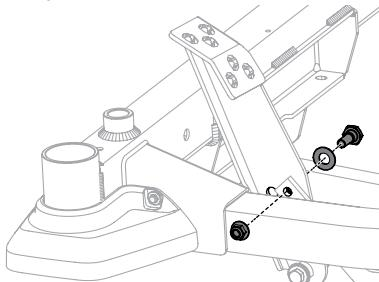

Figura 30
2. Extraiga el perno hexagonal, la arandela y la tuerca hexagonal cerca del centro del montaje del pedal. Consulte la Figura 30.
4. Reinstale los elementos de herrajes extraídos anteriormente y ajuste la tuerca a 28-35 pies-libras (38-47 N·m). Consulte la Figura 30.